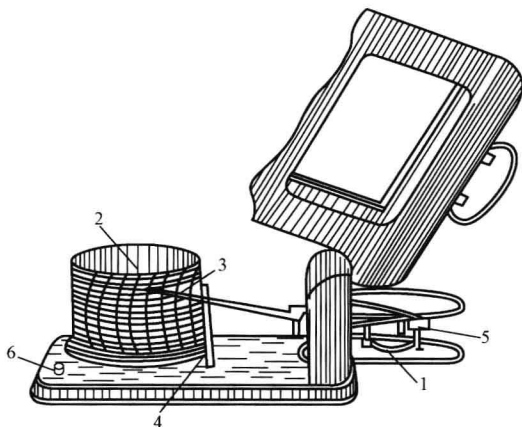

图 1-24 双金属温度计
(2) 双金属温度计的使用。双金属温度计是一种固体膨胀式温度计。它利用两种膨胀系数相差比较大的金属材料复合成金属带，受热后使金属带向膨胀系数小的一侧弯曲，弯曲度的大小反映被测量温度的高低，从而折算成温度数据进行记录，如图 1-24 所示，使用步骤如下：